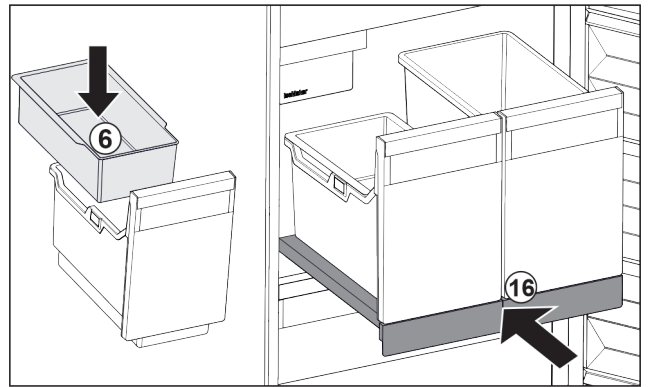

Fig. 107
- Inserire la vaschetta da agganciare Fig. 107 (6) per i cubetti di ghiaccio.
- Inserire il ripiano estraibile con il contenitore (IceTower). Fig. 107 (16)